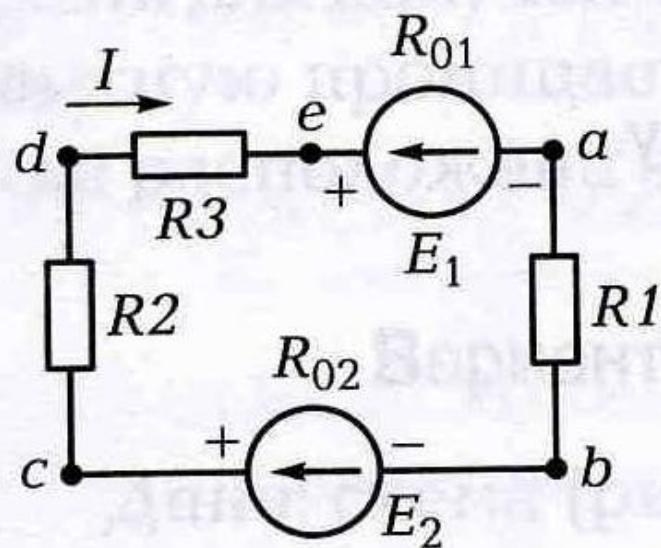

Рис. 1.4.1
Дано: схема (рис. 1.4.1); $\varphi_a = 0$ (B); $E_1 = 20$ В; $E_2 = 40$ В; $R_1 = 1$ Ом; $R_2 = 3$ Ом; $R_3 = 6$ Ом; $R_{01} = 0$; $R_{02} = 1$ Ом.